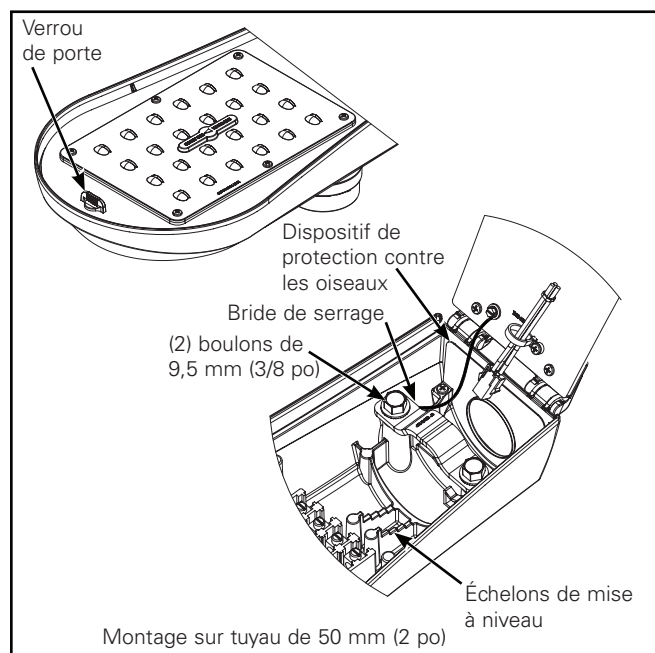

Figure 1.
Remarque: Si un cordon optionnel est fourni, la porte ne doit pas être enlevée. (Figures 1 et 2)
3. Avec la douille de 14 mm (9/16 po), desserrez suffisamment les deux boulons de la bride de serrage pour permettre le glissement du bras (non fourni) sur les échelons de mise à niveau. (Figures 1 et 2)